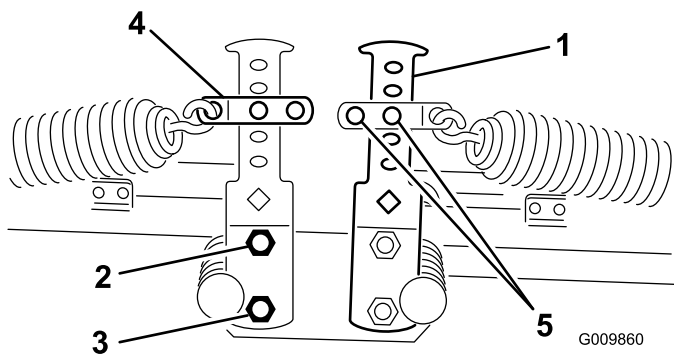
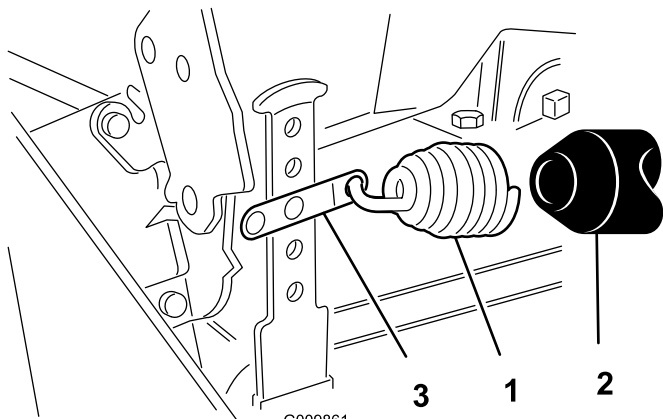

Figura 12
Figura 13
2. Fije el otro extremo del muelle en el taladro apropiado (ver a continuación) de los brazos de contrapeso delantero y trasero (Figura 12 y Figura 13) con el grillete, el pasador y la chaveta.